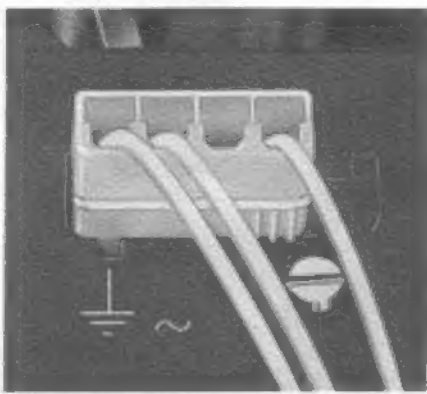

Fig. 3
B. Nr. 209 458; AMP-Nr. 42859/1 (Fig. 3)